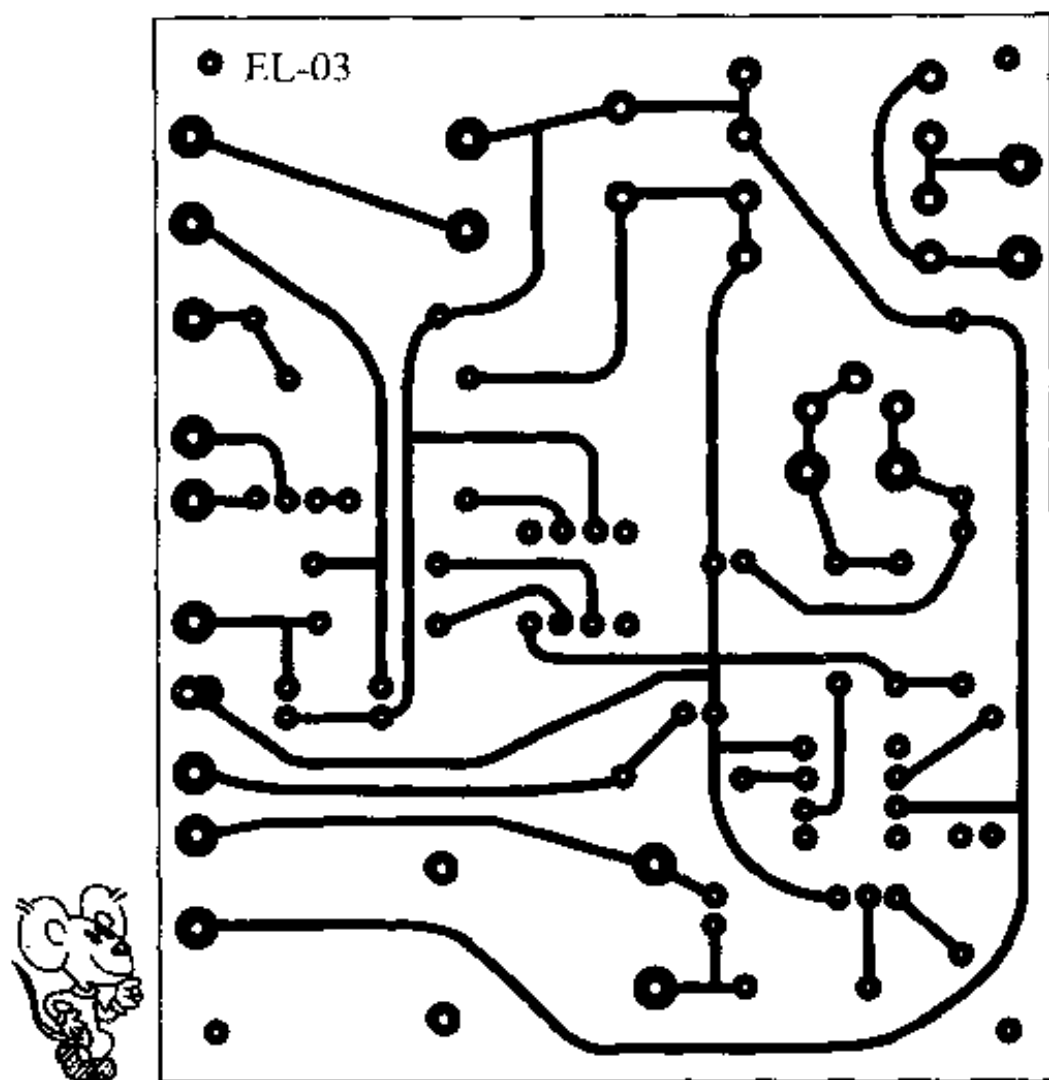

图 8 印制电路板图(原尺寸大小)
(1) 电路的制作最好是在印刷电路板(图 8)上制作。参见图 9 的实物布线图。
(2) 简易型充电器也能够印刷电路板上制作。对于简易型,不用的部件就不用安装,仅仅用连接线将 r_6 短路就可以了。
(3) 继电器的接点使用 B 接点(继电器 OFF 时连接的接点)。因此,当继电器 ON 时 r_6 50Ω 进入电路, VR_3 也进入电路。就是说,当电池的电压超过规定值(由 VR_2 决定)以上时,继电器 ON, r_6 和 VR_3 进入电路,使充电电流能够降低到 $1/10$ 。
(4) 电路的调整十分困难。